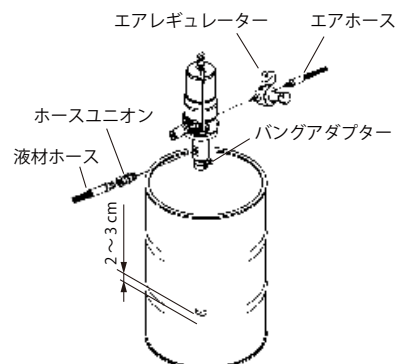

Fig.4
- 2) バングアダプターにポンプを差し込みます。ポンプの下端(フートバルブ部)がドラム缶の底に当たったら、2~3cmポンプを持ち上げて、ポンプのフートバルブとドラム缶の底部との間に隙間をとり、バングアダプターの蝶ネジを締めてポンプを固定してください。(Fig.4)